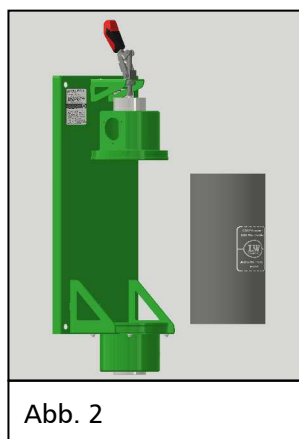

Abb. 2
- CO₂ Filterpatrone entnehmen (Abb. 2) (**Bestell-Nr. 010381**). Umweltgerecht entsorgen, siehe Sicherheitshinweise.